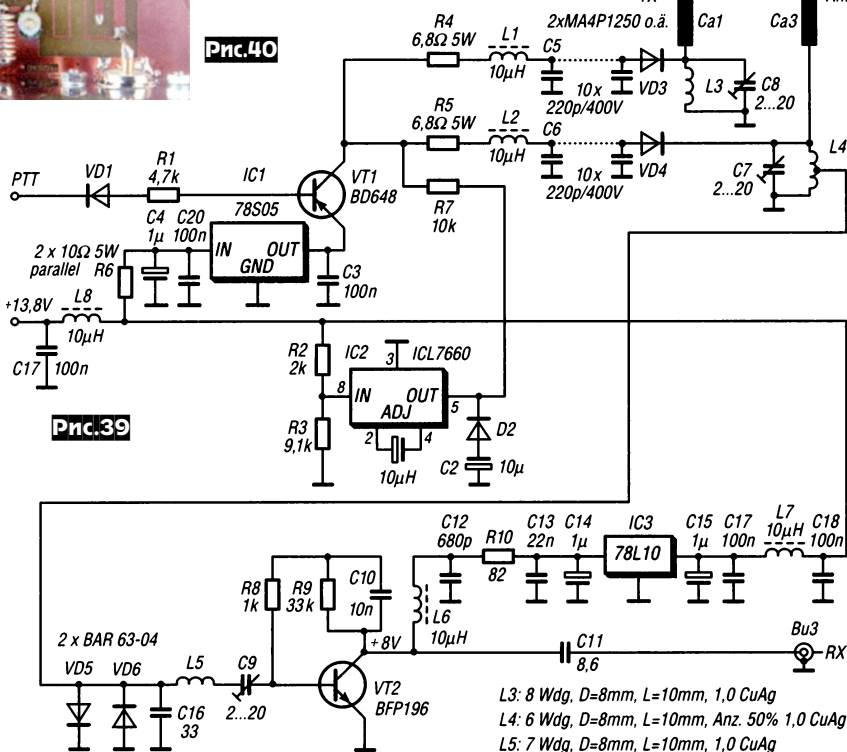

Рис.40
полнены на печатной плате размером 100x150 мм из фольгированного с двух сторон стеклотекстолита толщиной 1,5 мм ($\epsilon=4,6$) с толщиной медной фольги 35 микрон. Вид на монтаж показан на рис.40. При настройке вначале устанавливают максимальное подавление сигнала с Bu2 (Ant) на Bu1 (TX). Для этого приемник подключают к Bu1, а антенну - к Bu2 и регулировкой C7 и C8 добиваются максимального подавления эфирного сигнала.